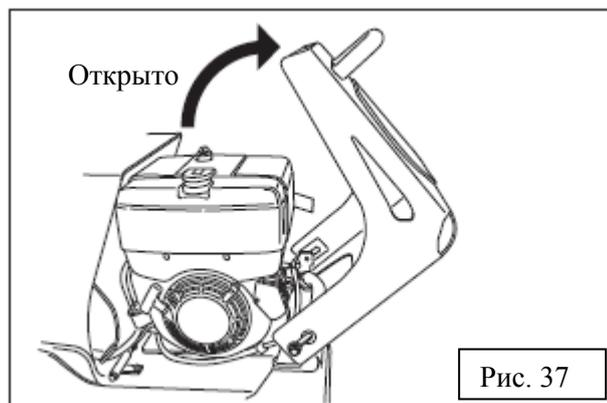

Рис. 37
3. Плавно откройте крышку (рис. 37).